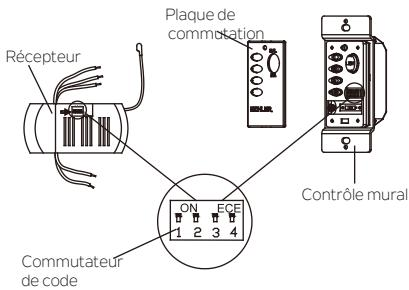

Fig. 13
**Étape 1.** Faites glisser les commutateurs de code du récepteur vers le haut ou vers le bas à l'aide d'un petit stylo à bille (non fourni). (Fig. 13)
**Étape 2.** Pour régler le code sur la commande murale, utiliser un petit tournevis plat et l'écartez doucement du haut ou du bas de la plaque de commutation. Glisser les commutateurs de code sur les mêmes positions que celles réglées sur le récepteur. (Fig.13)